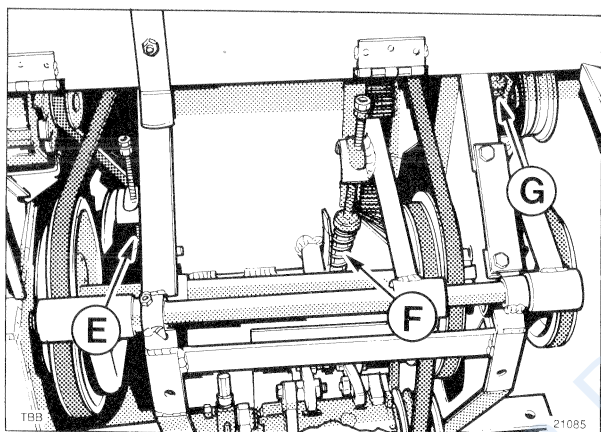

Fig. 154
**24. COURROIE D'ENTRAINEMENT DE L'ARBRE INTERMEDIAIRE (Figure 154)**
**25. COURROIE D'ENTRAINEMENT DU VENTILATEUR DE REFROIDISSEMENT (Figure 154)**
**26. COURROIE D'ENTRAINEMENT DU TAMIS ROTATIF (Figure 154)**